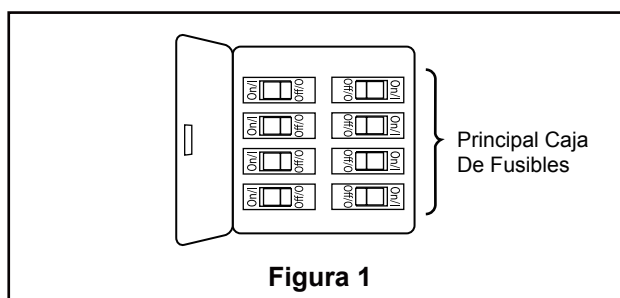

Figura 1
1. Restaure la fuente de alimentación de la toma de corriente enciendo la electricidad del fusible principal. (Figura 1)